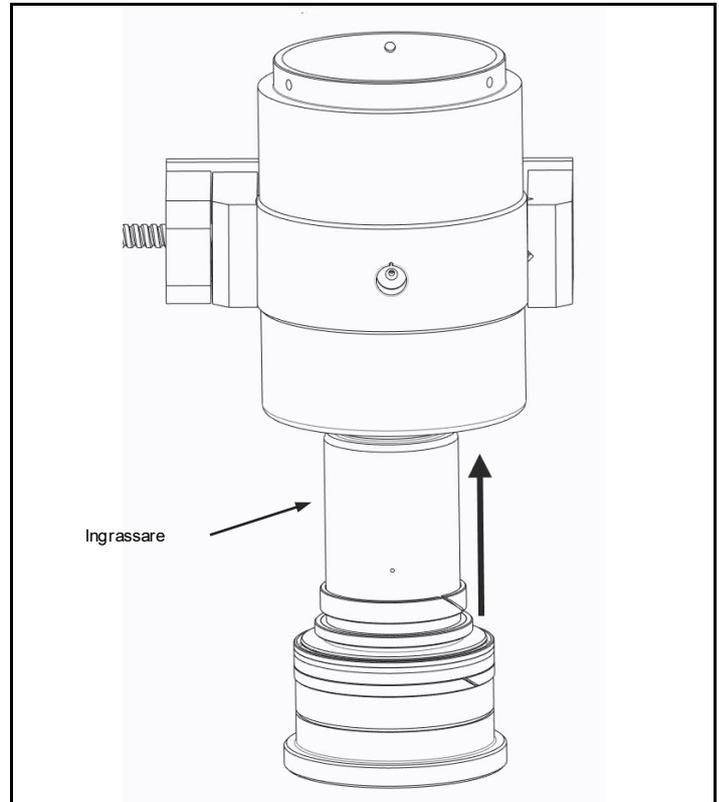

Fig. 4.7 Ingrassare e inserire il pistone
- prestare attenzione a non danneggiare le pareti interne quando si infila di nuovo il pistone nel suo comparto; (Fig. 4.7)